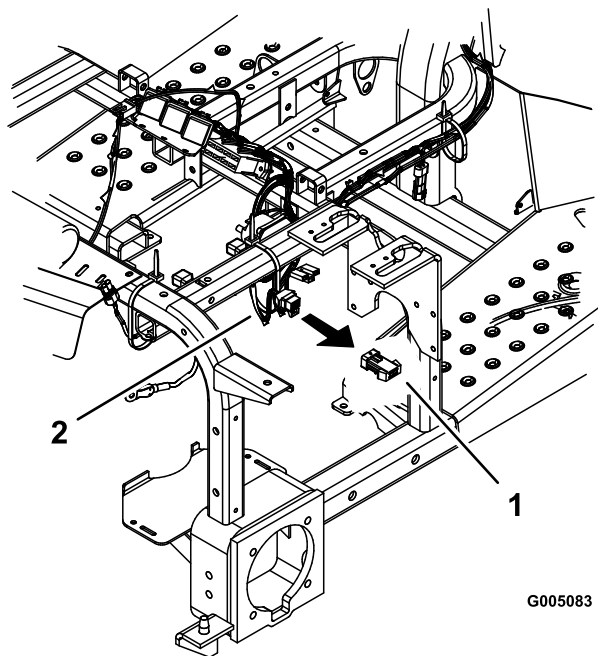

Figure 34
5. Enlevez le fil volant du faisceau de câblage principal sous le panneau de commande (Figure 34).